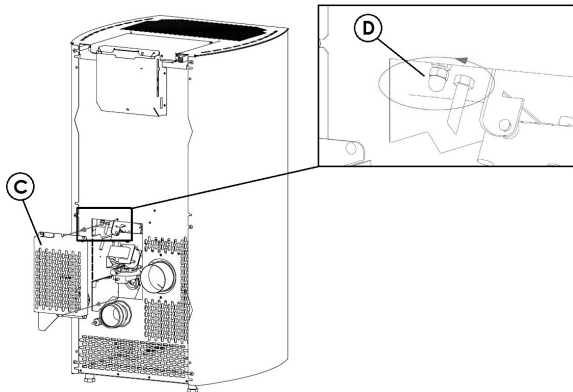

Fig. 75 - Abnehmen der Inspektionsabdeckung
- Das Netzkabel zuerst an der Rückseite des Ofens anschließen (siehe **Fig. 75**) und dann an einer elektrischen Steckdose an der Wand.
- Der Hauptschalter O/I (siehe **Fig. 75**) wird nur betätigt, um den Ofen einzuschalten, ansonsten sollte er ausgeschaltet sein.